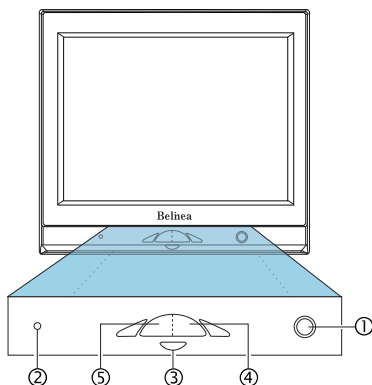

Abbildung 3. Bedienelemente des Monitors
3. Schalten Sie zuerst den PC und anschließend den Belinea-Monitor mit der Netztaste (siehe ① in Abbildung 3) ein. Die Betriebsanzeige (siehe ② in Abbildung 3) leuchtet grün auf.
- Sind PC und Monitor eingeschaltet, und ist das Verbindungskabel zwischen Grafikkarte (PC) und Monitor richtig angeschlossen?
Der Monitor wird mit der Netztaste (① in Abb. 3) eingeschaltet. Daraufhin leuchtet die Betriebsanzeige (② in Abb. 3) grün auf (sie leuchtet orange, wenn der Monitor in den Off-Status geschaltet ist oder ein Stromsparmodus aktiviert wird).
Sie können den Kontrast und die Helligkeit direkt einstellen, indem Sie das Einstellrad (③ in Abb. 3) drehen, während das OSD-Menü nicht angezeigt wird. Wenn Sie es nach links bewegen, erscheint das Einstellmenü für die Kontrast; durch Bewegen nach rechts erscheint das Menü für die Helligkeitseinstellung. Drehen Sie dann das Rad nach links, um den Kontrast bzw. die Helligkeit zu erhöhen bzw. nach rechts, um sie zu reduzieren.
1. Drücken Sie die OSD-Menütaste (④ in Abb. 3). Das OSD-Menü erscheint am Bildschirm.
2. Wählen Sie mit dem Einstellrad (③ in Abb. 3) des OSD-Reglers das gewünschte Funktionssymbol (siehe nächsten Abschnitt „Funktionen des OSD-Menüs“).
3. Drücken Sie die OSD-Entertaste (⑤ in Abb. 3), um die Funktion zu aktivieren.